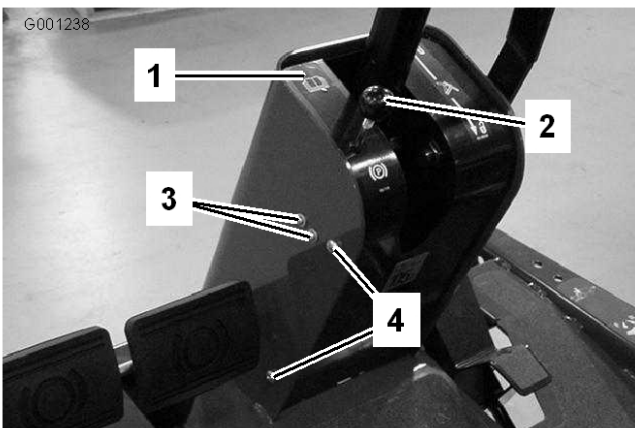

Figura 59
2. Retire o botão da barra do travão de mão e os parafusos da cobertura da coluna de direcção (Figura 59).
4. Desaperte os parafusos e porcas que fixam o interruptor do travão de mão ao lado esquerdo da coluna de direcção (Figura 59).